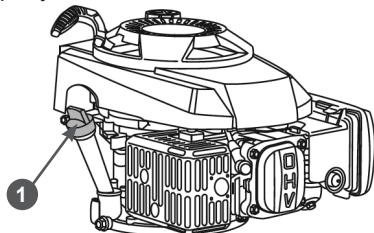

Рис. 17 Крышка-щуп масляной горловины
5. Осторожно открутите крышку-щуп 1 (Рис. 17) масляной горловины, протрите его насухо и отложите в сторону.